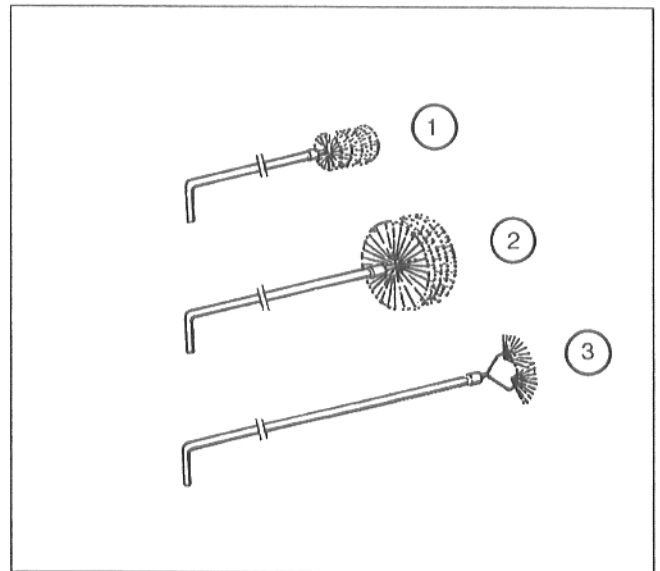

Abb. 62
- Die Abb. 62 zeigt die zu verwendenden Reinigungsbürsten.